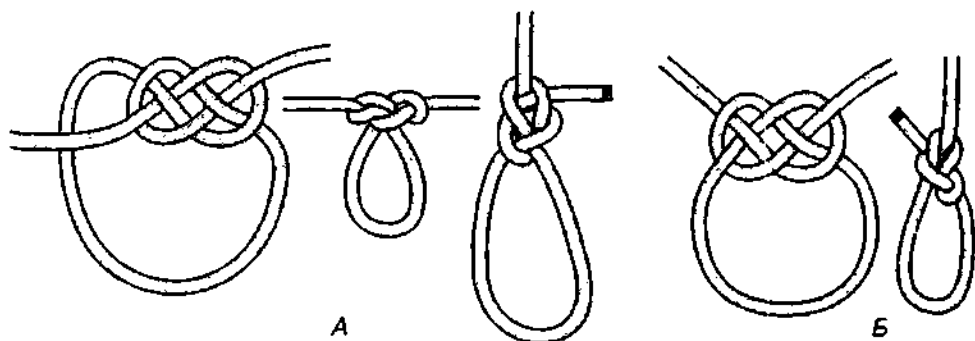

Рис. 275. Два вида *плоской петли*.
**Плоская петля** может быть завязана по-разному (рис. 275). Оба вида вяжутся на конце верёвки – ведь это концевые петли, так как при их завязывании используется ходовой конец. Но петля вида А наилучшим образом подходит для того, чтобы её вязали на середине троса – она не затя-